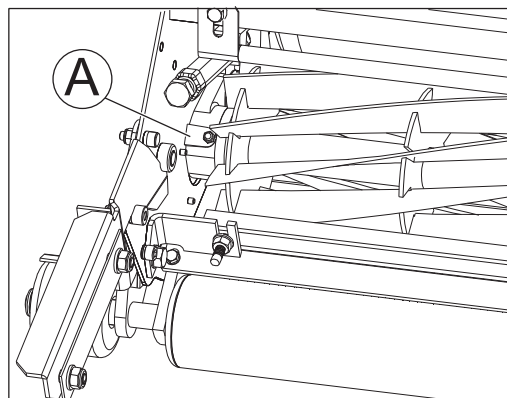

Fig 11.4a
- | Supporti del cilindro di taglio [A] (Fig. 11.4a).